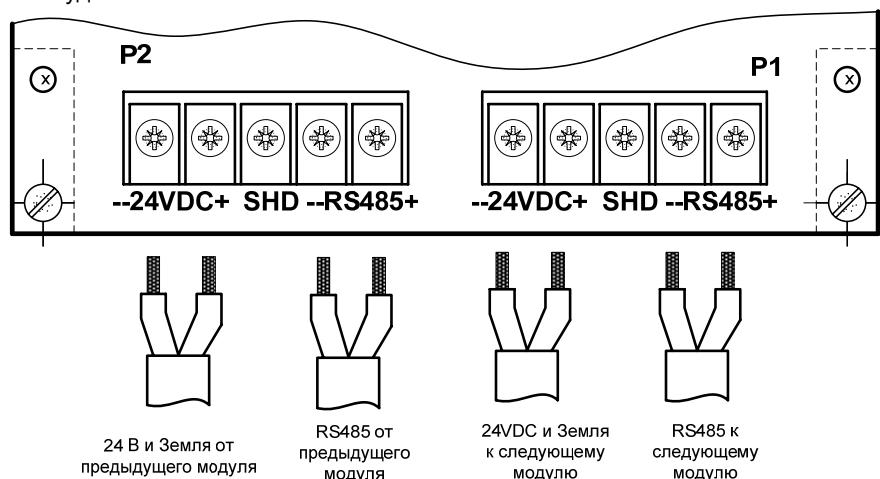
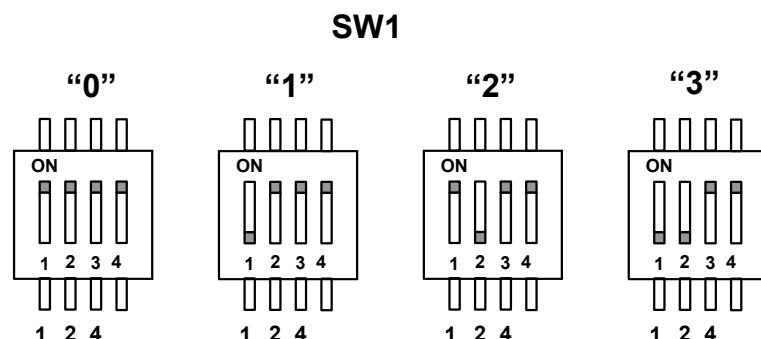

Рис.3. Подключение S-BUS.
Рис.4 Установка адреса модуля.
- Верхний модуль должен быть установлен со сдвигом для свободного доступа к выходным терминальным блокам. Подключить S-BUS монтируемого модуля к установленному ранее согласно Рис.3.
Подключить S-BUS к терминальным блокам P1 или P2 согласно Рис.3. Одноименные контакты блоков P1 и P2 закорочены между собой, поэтому предварительное удаленное устройство и последующее может быть подключены к разным терминальным блокам. С помощью переключателя SW1 установить адрес модуля согласно Рис.4. Если данный модуль подключен последним на линии RS485, то переключатель SW2 необходимо установить в положение ON согласно Рис .5.